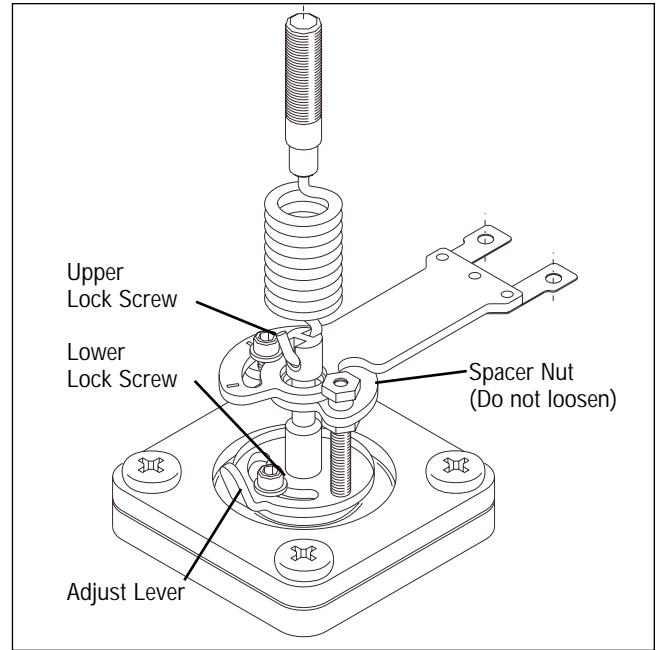

Figure 8 : Réglage du gain
3. Avec une clé Allen de 5/64", desserrer les deux vis de blocage (supérieure et inférieure) d'environ 1/2 tour. Ne pas desserrer l'écrou d'entretoise (voir fig. 8).